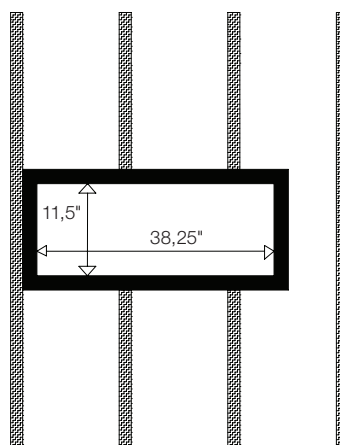

Figura 16
3. Utilizzare dei travetti in legno (50,8mm x 152,4mm) per realizzare un telaio con dimensioni interne di 38,25" x 11,5" (971,6mm x 292,1mm) (Figura 16). Fissarlo a traverse esistenti con chiodi o viti per legno.